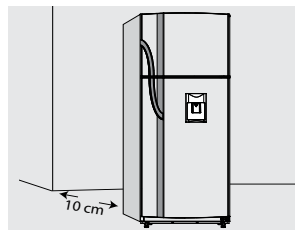

Figura 29
- Entre la pared y la parte posterior de su refrigerador (condensador), le recomendamos dejar una separación mínima de aproximadamente 10 cm, con el propósito de permitir una correcta evacuación del calor que esta rejilla debe liberar. (Figura 29).